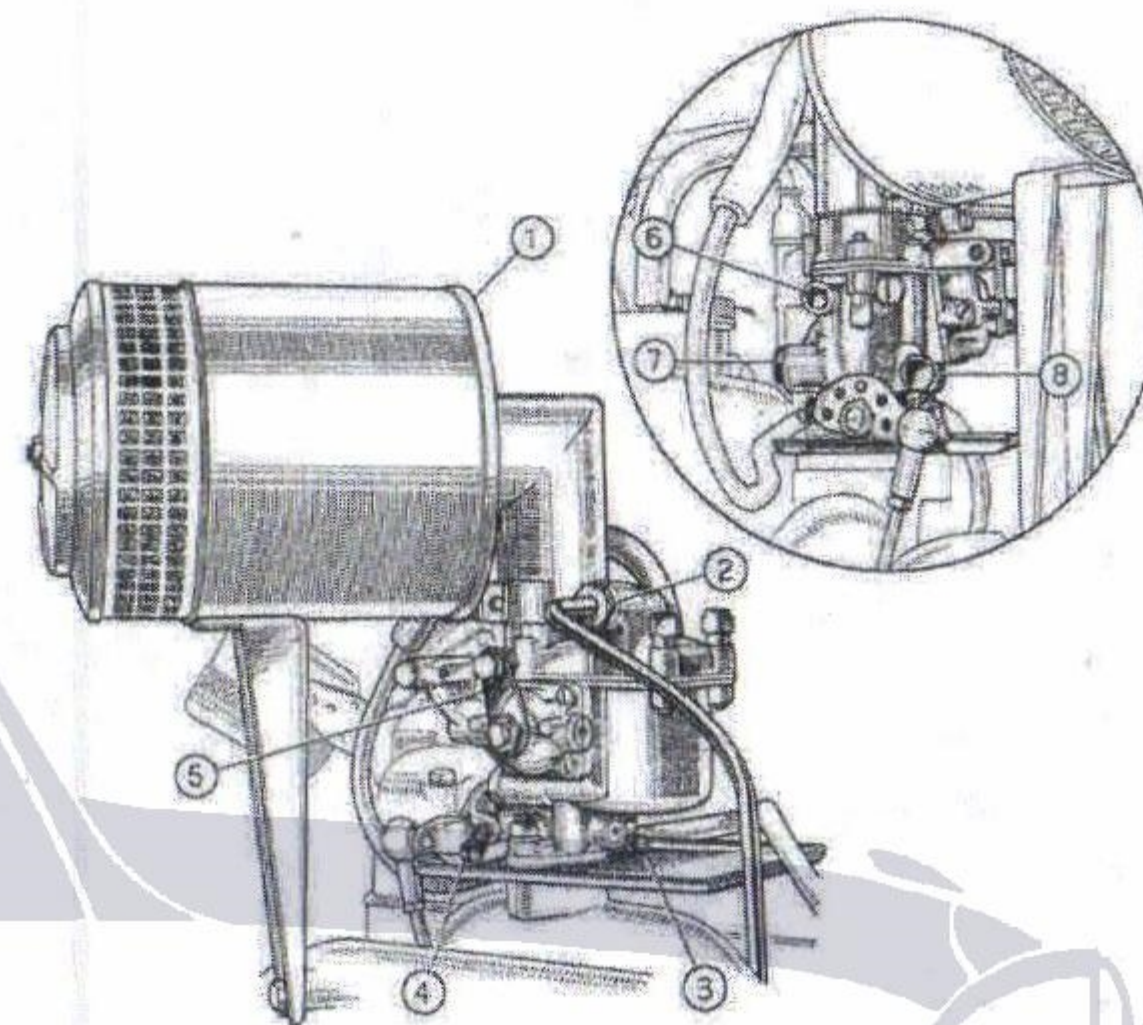

Fig. 198. - Réglage du carburateur Solex.
- Varier la vitesse du moteur au ralenti à l'aide de la vis 4 (fig. 198) qui limite la fermeture du papillon du carburateur.